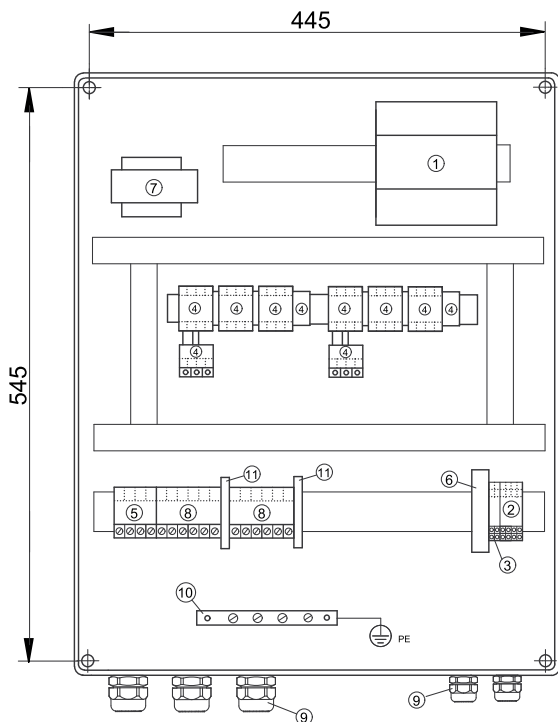

Abb. 3
- mit Schrauben durch die vier Montagelöcher in der Rückwand des Gehäuses, Abb. 3, oder durch die mitgelieferten Beschläge, befestigen. Die Montagelöcher müssen mit einem 4 mm Bohrer angebohrt werden. Schrauben einsetzen und fest anziehen. Die mitgelieferten Kunststoffkappen auf die Schrauben montieren (IP65).
Abb. 3 zeigt den *inneren* Aufbau des LCD 108 für Stern-Dreieck-Anlauf.